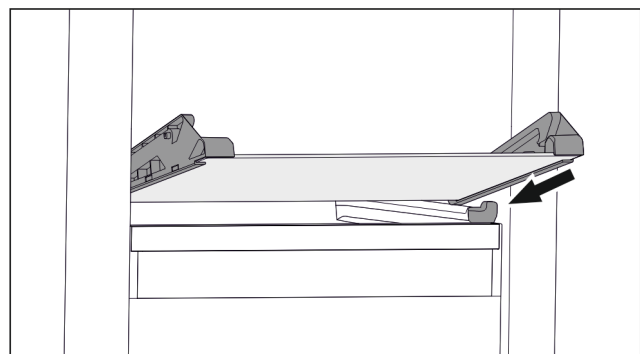

Fig. 64 Glasplatte des abklippbaren Schubfachs
- ▶ Glasplatte schräg hinter den Stoppere aufsetzen. (zie Fig. 64)